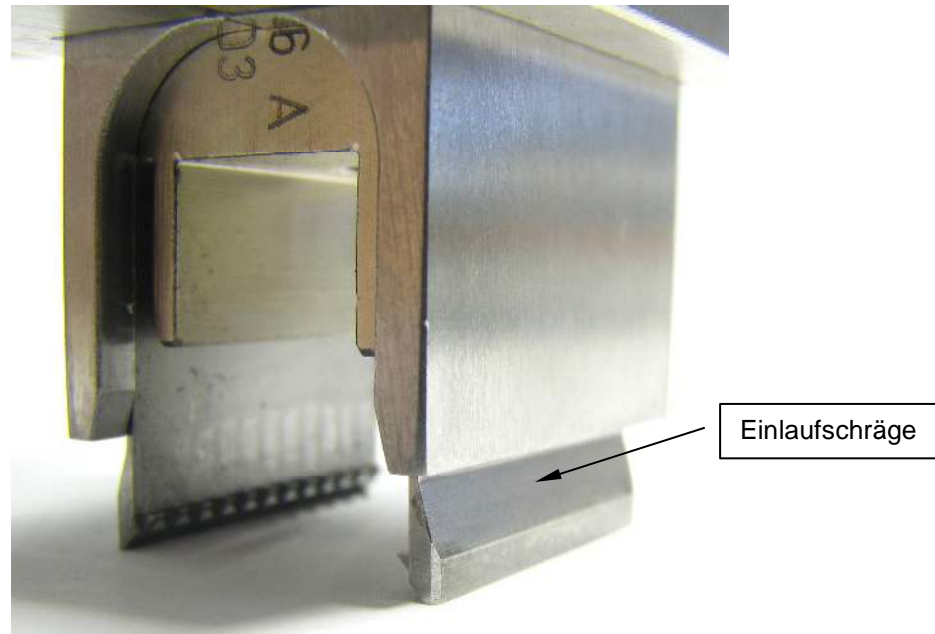

Abbildung 11
1. Bevor das Abziehwerkzeug benutzt wird muss, durch Drehen des Griffs gegen den Uhrzeigesinn, dafür gesorgt werden, dass die Greifbleche weit genug nach unten geschraubt sind damit diese sich beim Aufsetzen auf die Messerleiste aufbiegen können. Die Einlaufschräge muss vollständig zu sehen sein. Im weiteren Verlauf wird diese Stellung der Greifbleche als „Ausgangsstellung“ bezeichnet (siehe Abbildung 11).